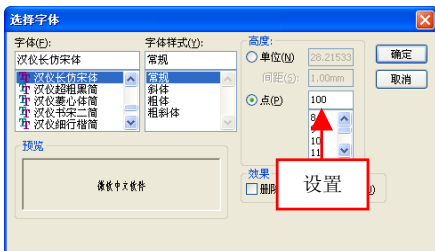

图 12-34 设置参数值
(5) 弹出【选择字体】对话框，在【高度】选项区中，选中【点】单选按钮，设置字体高度为 100，如图 12-34 所示。